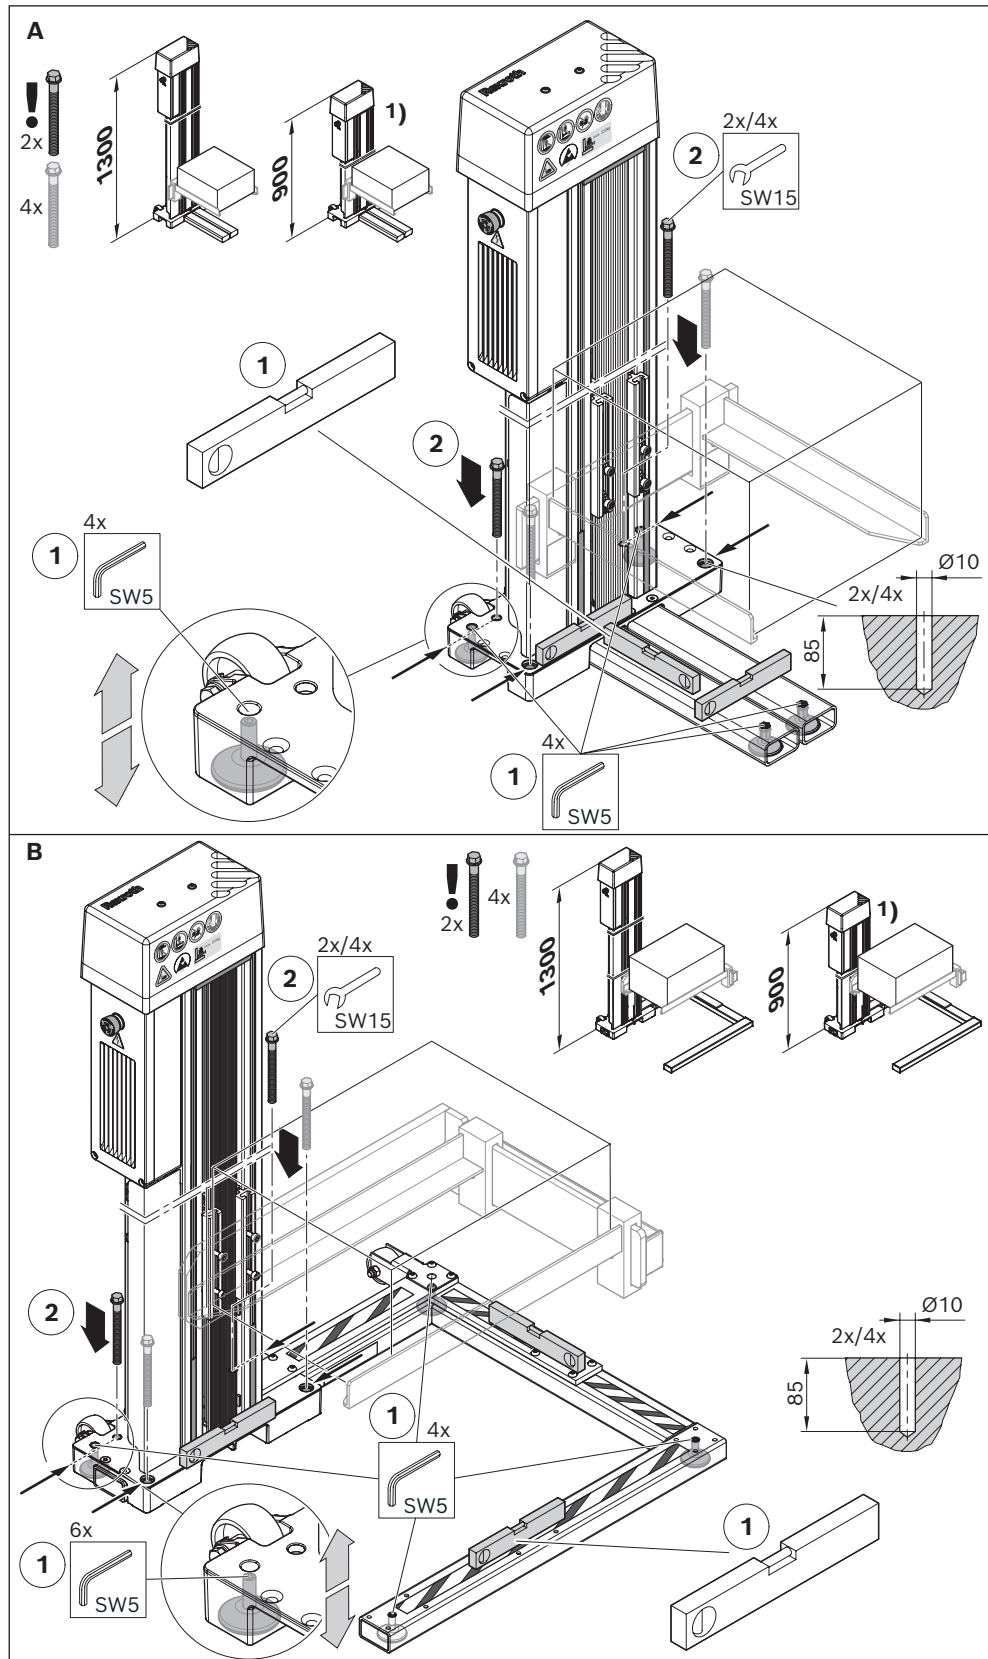
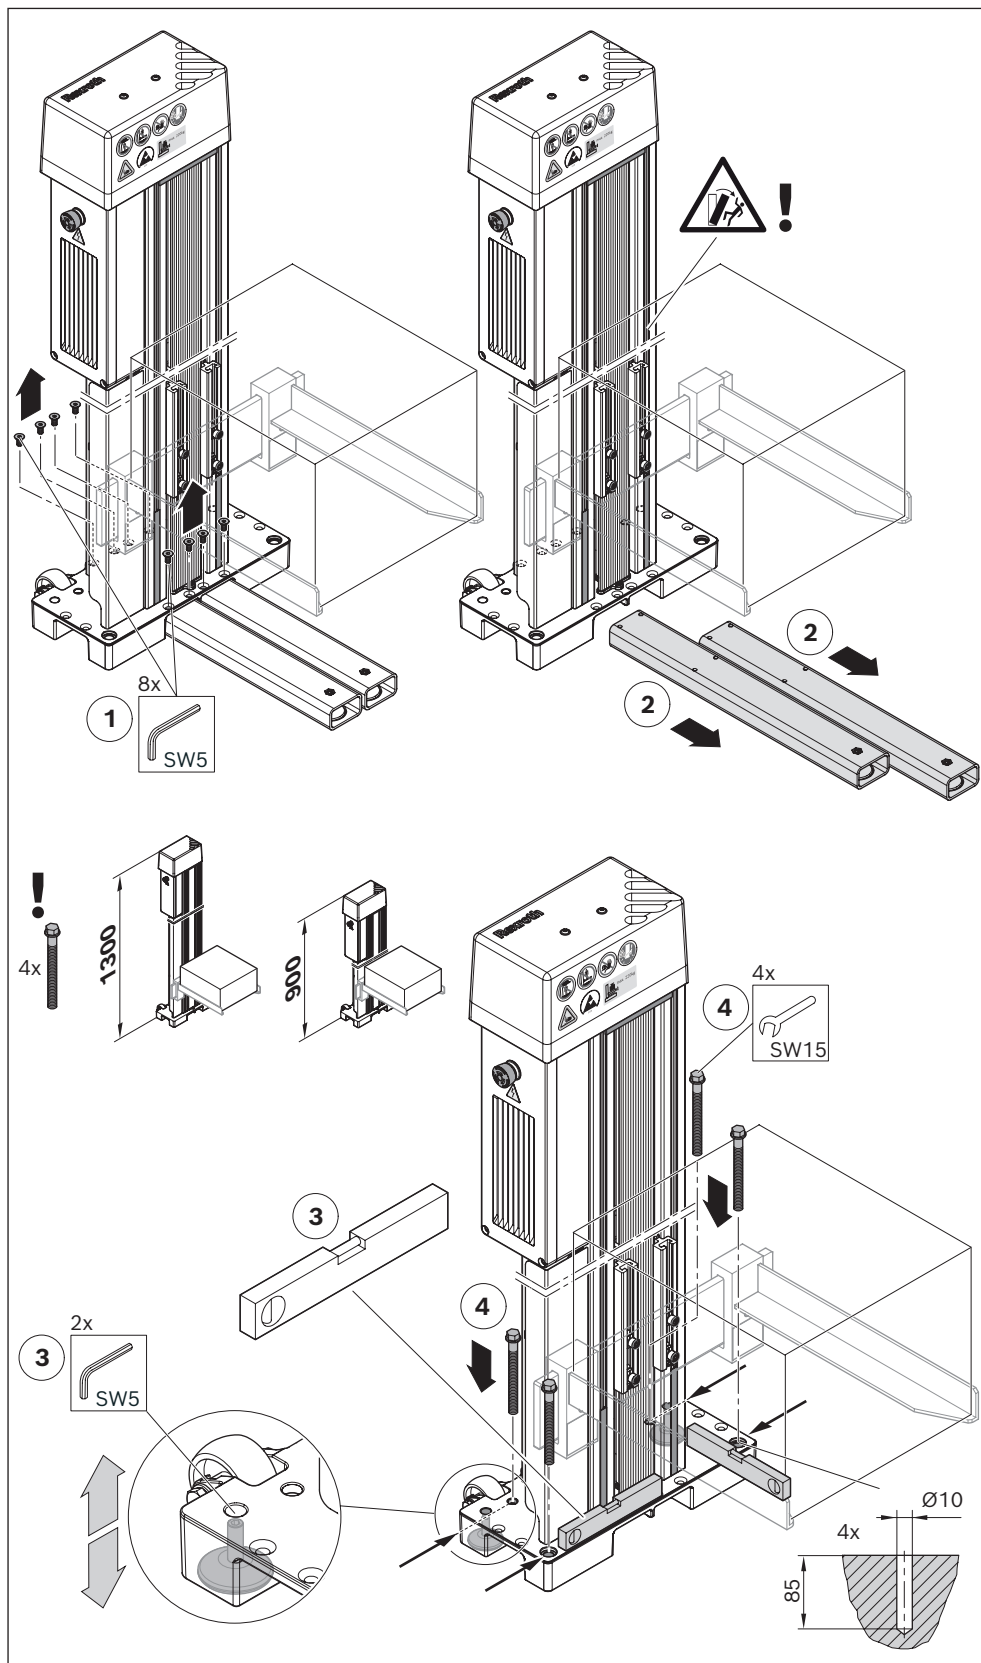

Abb. 15: Verschraubung Bodenplatte (Beispiel A mit geradem Ausleger; Beispiel B mit seitlichem Ausleger)
Abb. 16: Kistenhubgerät aufstellen, Ausleger demontieren und am Boden verschrauben
2. Sichern Sie das Kistenhubgerät gegen Umkippen ¹⁾ ²⁾ ⁴⁾ durch Nivellieren von Unebenheiten mit Hilfe der verstellbaren Gerätefüße (siehe Abb. 15 und Abb. 16).
► Sind am Kistenhubgerät die Ausleger montiert, beachten Sie bei der Verschraubung an der Bodenplatte bitte Folgendes (Abb. 15, Abb. 16):
- Bodenunebenheiten können durch Einstellen der Gerätefüße mithilfe eines Innensechskantschlüssels (SW5) ausgeglichen werden (1) bis das Kistenhubgerät waagrecht steht.
- Das Kistenhubgerät muss an der Bodenplatte mit beiliegenden Betonschrauben verschraubt werden (2) (siehe Tabelle 7).